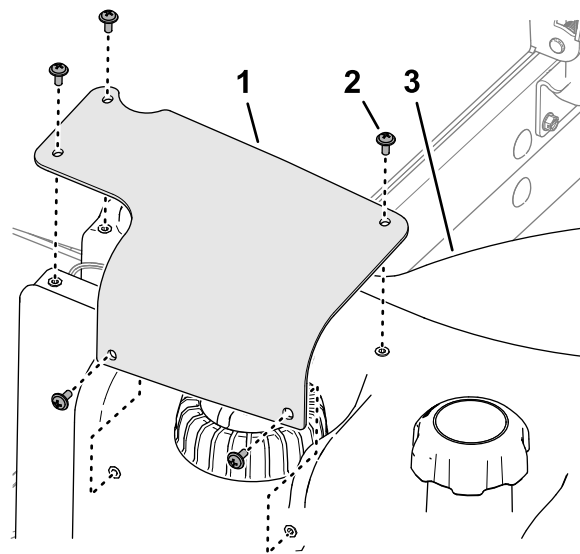

Рисунок 87
2. Отверните 5 винтов с крестообразным шлицем, которые крепят кожух датчика уровня топлива к топливному баку, и снимите кожух (Рисунок 87).